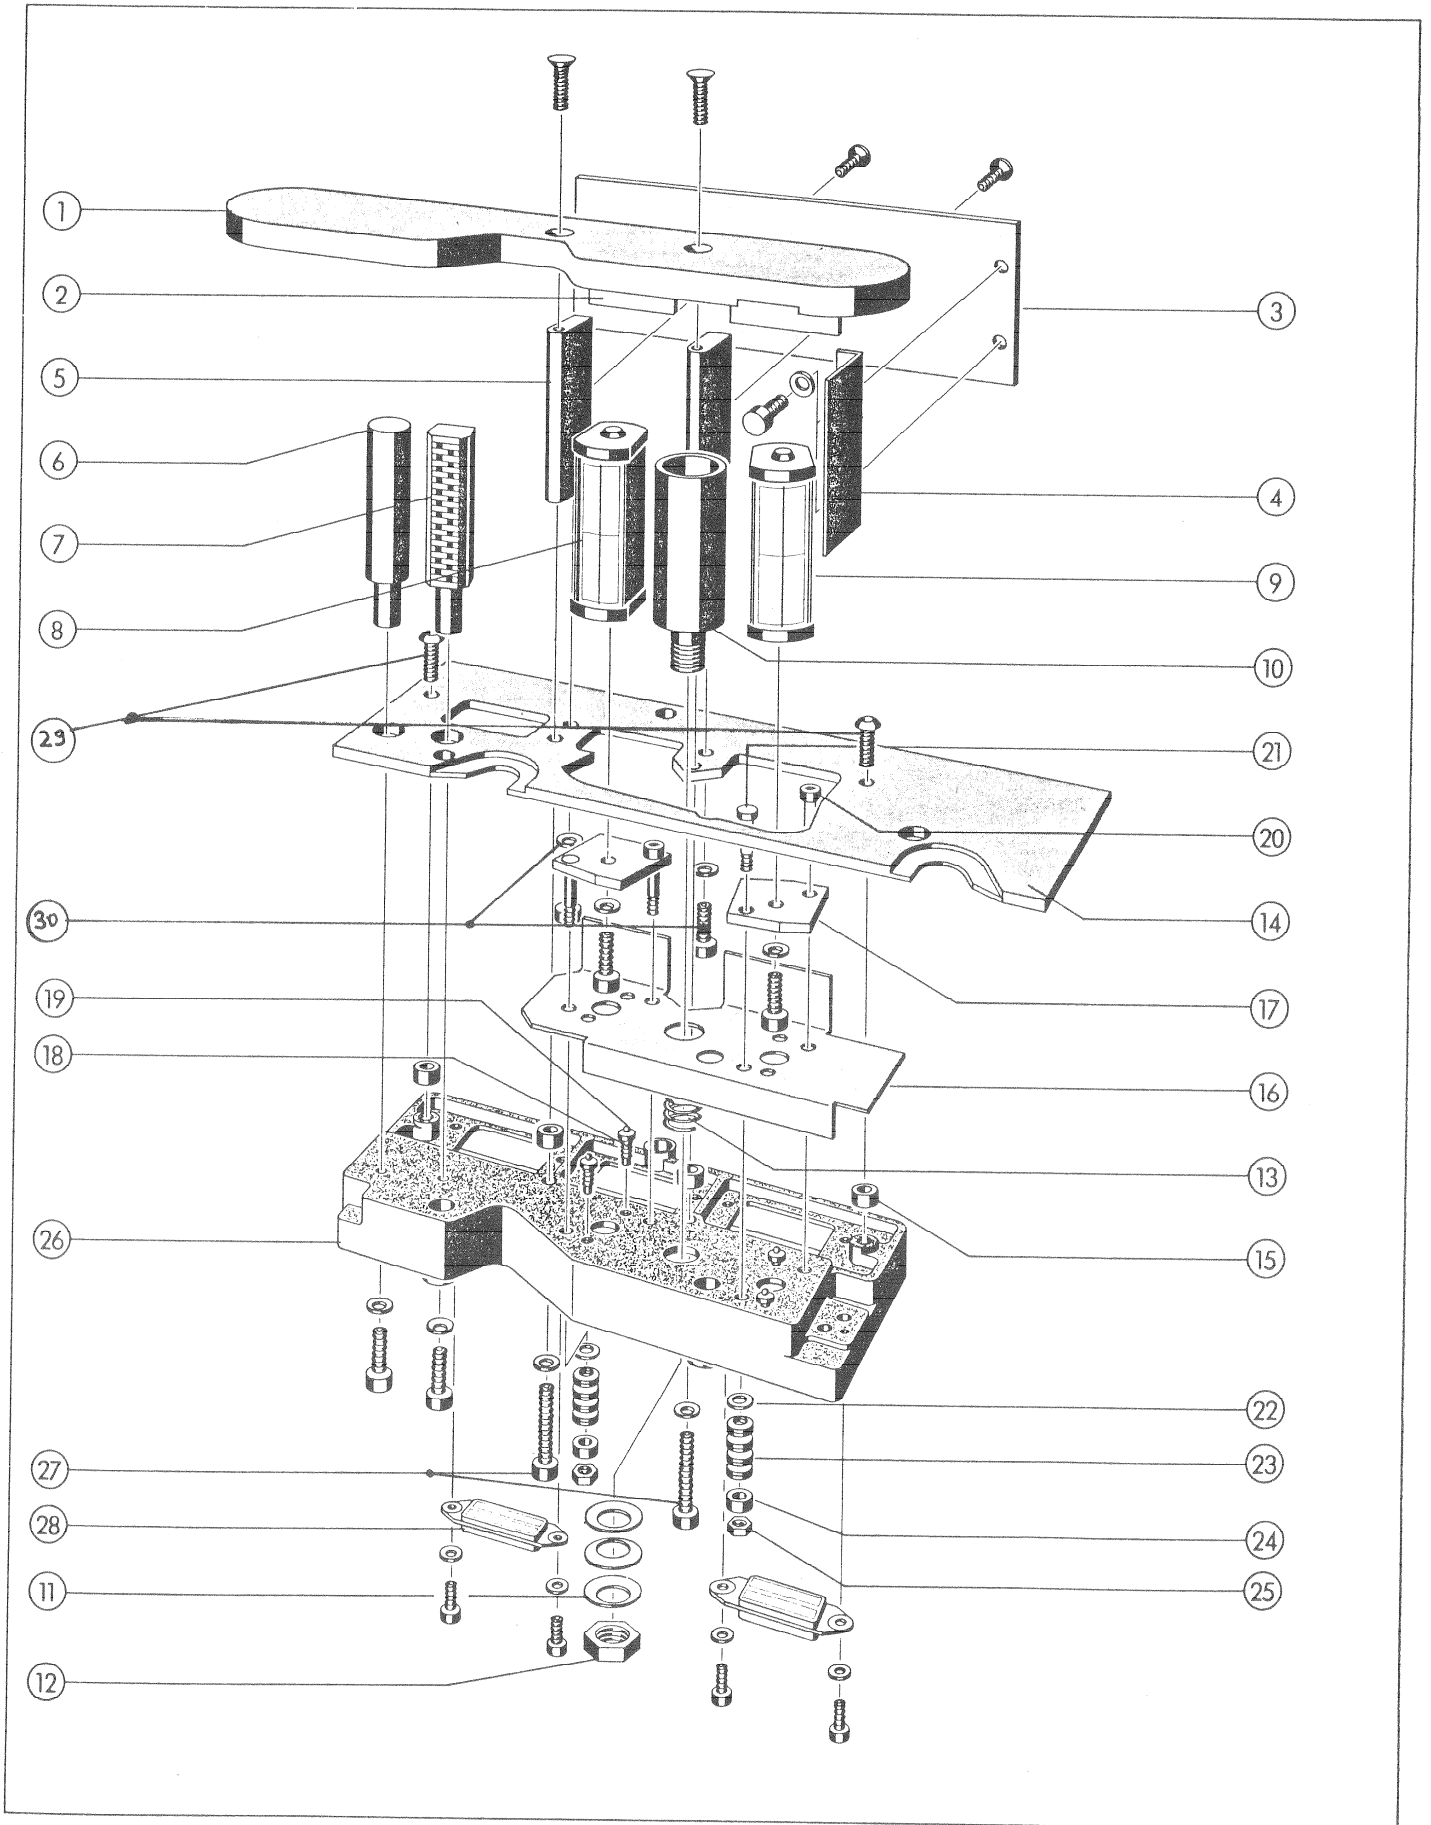
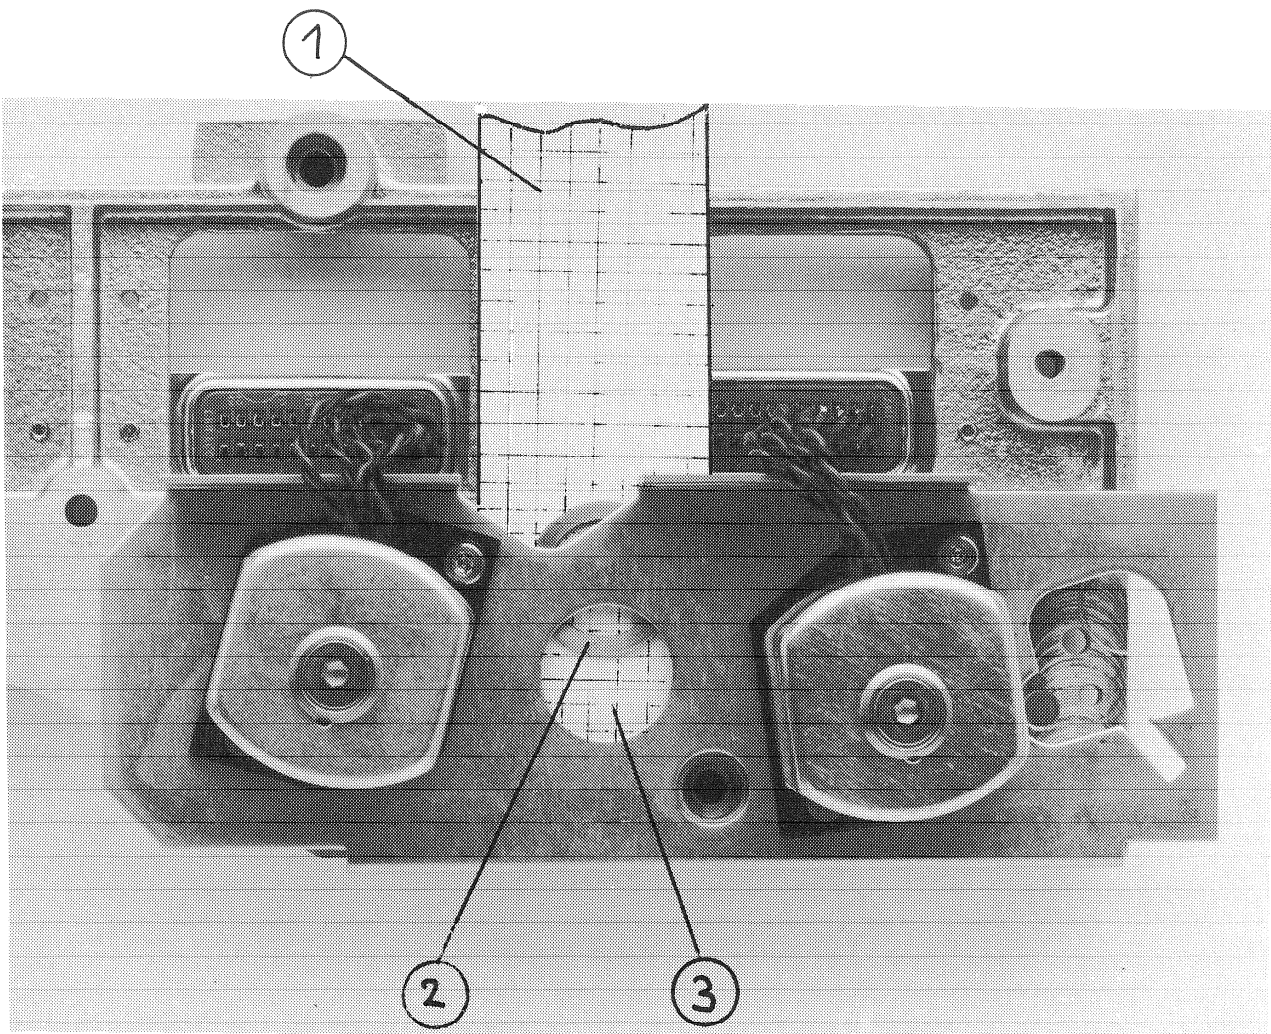

Fig. 3
Fig. 4
- 6.) Kopfträgerabdeckung ① entfernen [Fig. 3]
- 9.) Die komplette Deckleiste ③ und ④ (Fig. 3) von der Abdeckplatte ⑭ durch Lösen der beiden 3 mm Inbusschrauben ③① (Fig. 3) entfernen und wieder auf die neue Abdeckplatte montieren.
- 10.) Die Zwischenberühigungsrolle ⑩ (Fig. 3) durch Lösen der Mutter ⑫ (18 mm) entfernen. (Dreht sich die Rolle mit, so kann sie mittels eines 14 mm Gabelschlüssels (in der Kerbe) festgehalten werden.
- 11.) Schneiden Sie ein Rechteck mit den Abmessungen von ca. 30 mm x 100 mm, und schieben Sie dieses von hinten zwischen das Abschirmblech ⑯ (Fig. 3) und die Feder ⑬. Siehe auch Figur 4. Legen Sie nun die metallerne Unterlagsscheibe ② (Fig. 4) auf den Papierstreifen ① und schieben diese nun unter die Oeffnung ③, und zentrieren Sie die U-Scheibe. Halten Sie die U-Scheibe mit der Pinzette in ihrer Position und entfernen Sie nun den Papierstreifen. Vergewissern Sie sich, dass die Scheibe nun im Zentrum der
- 6.) Remove headcover plate ① [fig. 3]
- 9.) Remove the whole coverstrip ③ and ④ by loosening the two 3 mm allenscrews ③① (fig. 3) install it again to the new cover plate ⑭ .
- 10.) Remove the antiscrape flatter roller ⑩ (Fig. 3) by loosening nut ⑫ (18 mm). If the whole antiscrape roller is rotating, slide an open-end wrench (14 mm) into the groove of the bolt to counter.
- 11.) From a piece of paper cut out a square with the measurement of approx. 30 mm x 100 mm. Slide it in between the bottom sheet metal screen ⑯ (fig. 3) and the spring ⑬. (See also fig. 4). Put the metallic washer ② (fig. 4) on top of the paperstrip ① and with a pair of tweezers slide it under the cut-out ③. Center the washer and while holding the washer in position with the tweezers, pull out carefully the paperstrip. Make sure that the washer is now in the center of the spring ⑬ (fig. 3) and that it is lying
Feder ⑬ (Fig. 3) liegt und dass sie flach auf dem Kopfträgerguss ⑳ liegt. Nur dann stecken Sie die neue Führungsrolle in den Ausschnitt ③ (Fig. 4) Von unten eine Tellerfeder so einsetzen, dass der Aussenring auf dem Chassis aufliegt und die Mutter ⑫ anziehen, wenn die Vorberuhigungsrolle rechtwinkling zur Abdeckplatte ⑭ steht. [Fig. 3]
flat on the headblock chassis ⑳. Only then put the new antiscrape flutter roller into the cutout ③ (fig. 4) then insert from the bottom, one spring washer so, that the outer circle comes in contact with the headblock chassis. Turn the antiscrape flutter roller until its position is at a right angle to the headblock cover plate ⑭ then tighten nut ⑫. (Fig. 3).
| <p>12.) Die beiden Schrauben (27) (Fig. 3) von unten einsetzen, Kopfträger auf einen Karton stellen und die beiden Distanzhülsen (15) über die Schrauben (27) stülpen. Die übrigen 2 Distanzhülsen richtig plazieren und vorsichtig die Abdeckplatte darauf legen. Achtung: zuerst Löschköpfe durchschlaufen. Die beiden Schrauben (29) festziehen. Den Karton während dem Kippen des Kopfträgers andrücken, sodass die Schrauben (27) nicht herausfallen können und dieselben festziehen.</p> <p>13.) Die beiden Löschköpfe montieren. Schrauben nur so stark anziehen, dass sich die Köpfe drehen lassen.</p> <p>14.) Nur für 1/2" Version
Bei 1/2" Versionen mit Inline-Löschköpfen ändern die Bandzüge.</p> | <p>12.) Insert the two screws (27) (fig. 3) from below, put the headblock on top of a piece of cardboard and slide the two spacer bushes (15) over the screws (27). Place the remaining two spacer to their final position, guide the erase heads through the cutout and put the cover plate carefully on top of the spacer bushes. Fasten the two screws (29). Press the cardboard slightly to the headblock chassis while tilting it, so that the screws cannot fall off. Fasten the screws (27).</p> <p>13.) Mount the erase heads. Tighten their screws only slightly, so that they can be turned to their final position.</p> <p>14.) Only for 1/2" version
Kopfträger-Abdeckung (1) Bild 4 entfernen.